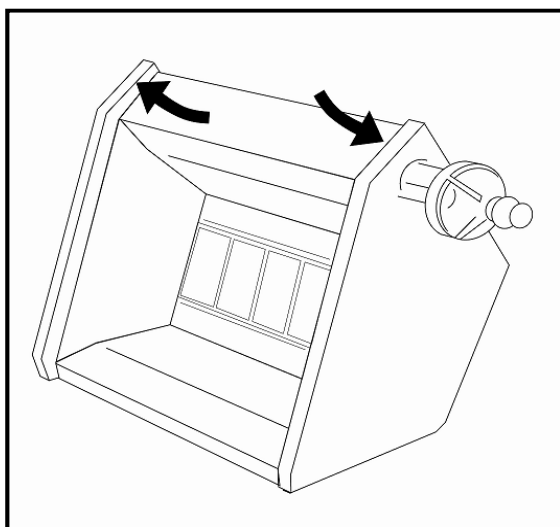

Fig. 26: Doblado de los clips hacia arriba
- ⇒ Curve hacia arriba ligeramente los pliegues de la placa del cabezal (vea la **Fig. 26**).